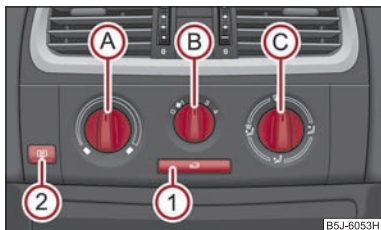

Abb. 88 Heizung: Bedienelemente
Die Luftzufuhr für die einzelnen Düsen stellen Sie mit dem Luftverteilungsregler ein  $\Rightarrow$  Seite 82, Abb. 88. Die Luftaustrittsdüsen 3 und 4 können einzeln geschlossen und geöffnet werden.
- Drehen Sie den Drehregler **A** ⇒ Abb. 88 nach rechts, um die Temperatur zu erhöhen.